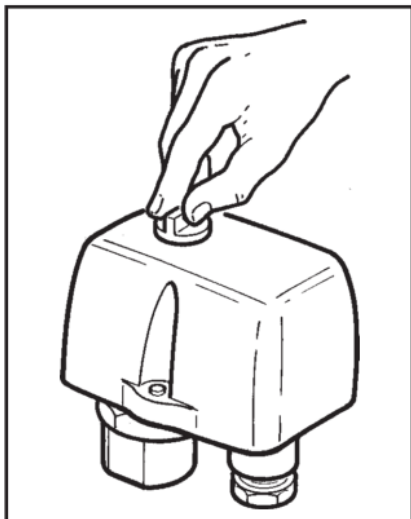

Abb. 12: Einschaltknopf auf dem Druckwächter
- ◆ Stellen Sie den Einschaltknopf auf dem Druckwächter auf "0" (Abb. 12:).